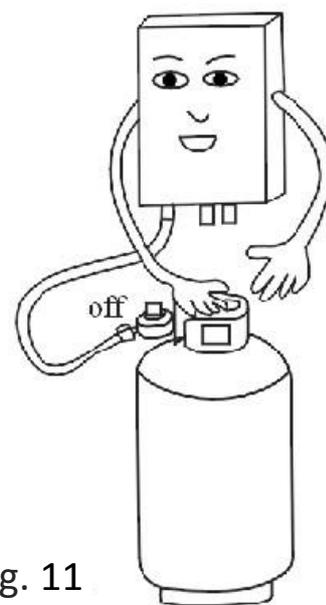

Fig. 11
- Cierre la válvula de gas después de cada ducha (Fig. 11).
- Compruebe si la llama se extingue después de cada ducha y no olvide apagar la válvula de gas (Fig. 11).